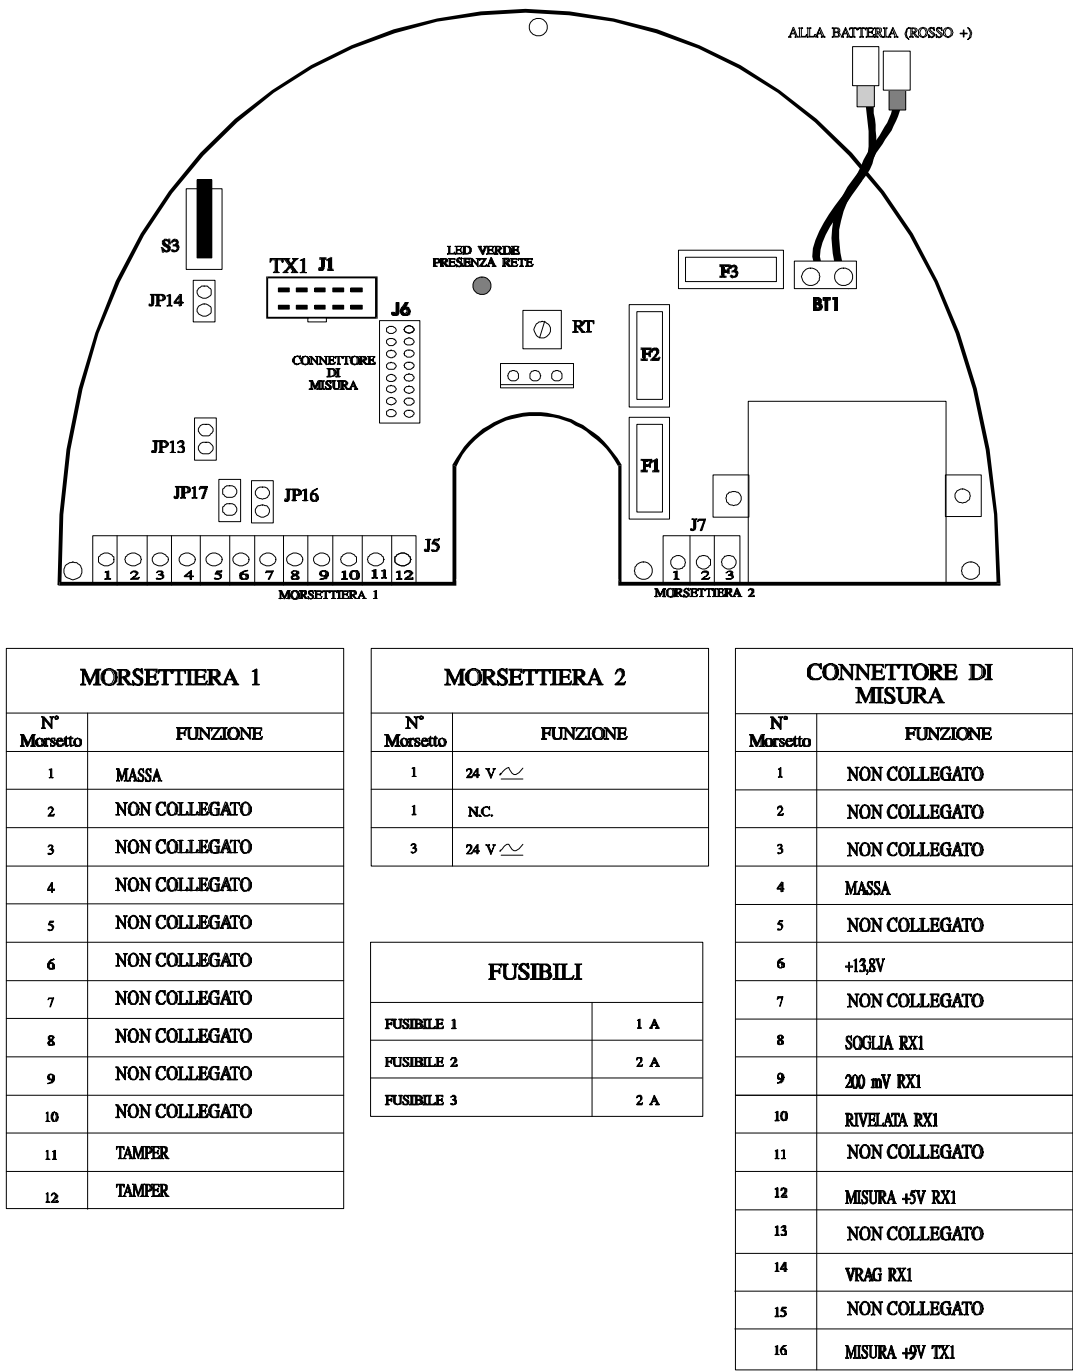

Fig. 32
- Connettere i fili di alimentazione alternata (24 VAC) ai morsetti 1 e 3 di J7 del circuito base SERVER TX (fig.32).
- Verificare che il modulo RF TX sia collegato al connettore TX1 J1 del circuito BASE SERVER TX (fig. 32).
- Sul modulo RF TX, l'unica indicazione luminosa è fornita dal led rosso, contraddistinto dalla scritta "GUASTO" (fig.32). Il led si accende per mal funzionamento dell'oscillatore RF.